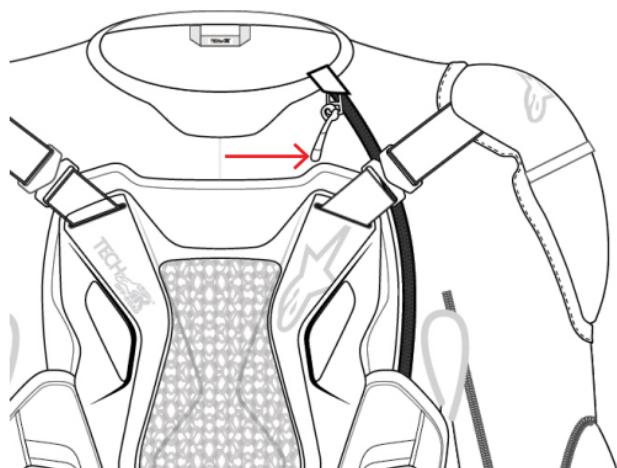

図8：アクティベーション・ジップ(1)の閉鎖によるシステム・スイッチのオン
Tech-Air® オフロードシステムを使用するには、ユーザーはシステムを装着し、アクティベーションジップ(1)を下から上に閉じます（図8）。内部センサーが自動的にアクティベーションジップ (1) が閉じられたことを検知し、システムの電源が入り始めます。